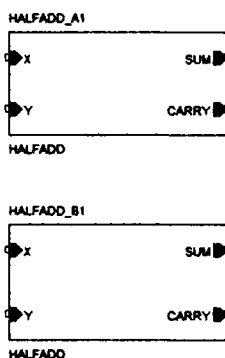

Рис. 18.24. Установка второго иерархического блока
2.7. Поместите другой иерархический блок с Implementation Type как HALFADD. Простейший способ сделать это — скопировать существующий иерархический блок и вставить его на страницу схемы. По умолчанию опорное название второго иерархического блока HALFADD\_A2. Измените этого название на HALFADD\_B1 (рис. 18.24).